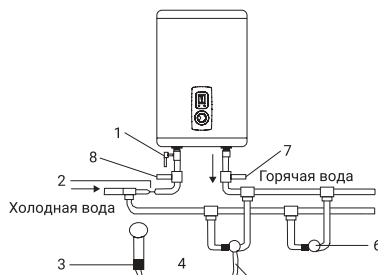

Рис. 5
1. Установка водонагревателей серий ZWH/S Azurgo существенно облегчается возможностью установить их как вертикально, так и горизонтально в любом месте вашего дома, в отопляемом (!) помещении. Желательно установить водонагреватель как можно ближе к месту использования горячей воды, поскольку чем меньше длина труб, тем меньше потери тепла. Как показано на рис. 5а, при горизонтальной установке водонагревателя трубы подвода должны быть расположены справа. При установке водонагревателя рядом со стеной, оставьте рекомендованное свободное пространство для технического обслуживания. Не устанавливайте водонагреватель на горизонтальной поверхности и вплотную к полу.
Во избежание протечек при подключении трубопровода на концы резьбовых соединений следует установить комплектные резиновые уплотнительные прокладки. Если необходимо реализовать систему водоснабжения на несколько водоразборных точек, используйте способ соединения (см. рис. 5).
Рис. 5а